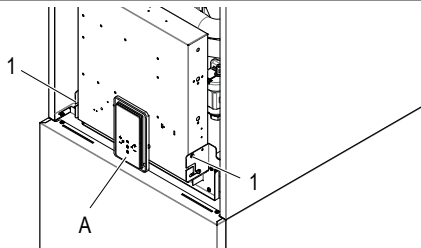
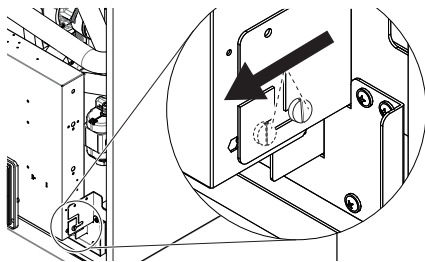
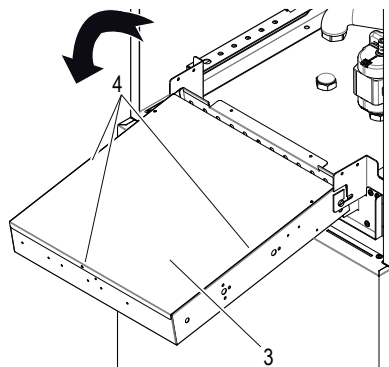

fig. 5
fig. 6
fig. 7
**ESPAÑOL** Para acceder a la caja eléctrica de la unidad interior, desatornille los dos tornillos (apart. 1 fig. 5) que se encuentran debajo de la caja eléctrica, luego agarre la caja eléctrica y desbloquéela (fig. 6), luego gírela hacia adelante (fig. 7). Retire la placa trasera (apart. 3 fig. 7). Retire la placa trasera (apart. 3 fig. 7) fijada con 3 tornillos (apart. 4 - fig. 7).
**ITALIANO** Per accedere al quadro elettrico dell'unità interna svitare le due viti (part. 1 - fig. 5) sotto la scatola elettrica, quindi afferrare la scatola elettrica e sbloccarla (fig. 6), quindi ruotare in avanti (fig. 7). Rimuovere la lamiera posteriore (part. 3 - fig. 7) fissata con 3 viti (part. 4 - fig. 7).